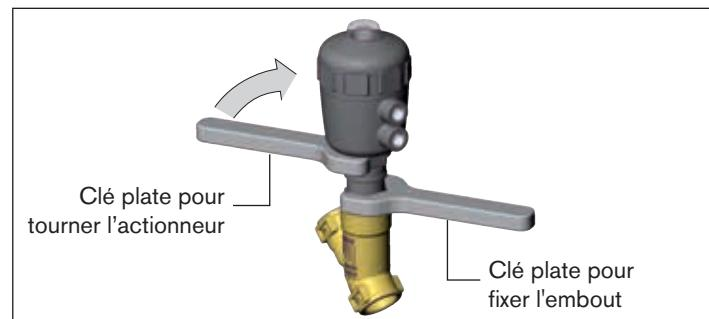

Fig. 19 : Tourner avec une clé plate
→ Positionner une clé plate appropriée sur les six pans de l'actionneur (voir « Fig. 19 »).
► Tournez l'actionneur uniquement dans le sens prescrit (voir « Fig. 19 »).